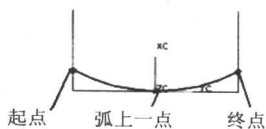

图 1-33 绘制圆弧
(2) 利用工具栏“直线和圆弧”→“圆弧点一点一点”中的三点画弧法生成一段圆弧。其中起点坐标为(5, -20, 0),终点坐标为(5, 20, 0),弧上一点坐标为(0, 0, 0)。结果如图1-33所示。